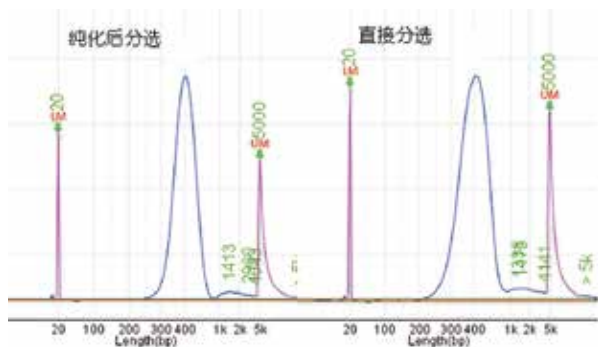

图 1 文库片段长度分布示意图
片段化合适的文库主峰应在 350-470 bp 之间，如图 1 所示。如果在 82 bp 左右出现尖峰（adapter-dimer 污染），需用 $0.9\times$ MagicPure® Size Selection DNA Beads（目录号：EC401）将文库产物再次纯化，将文库用 RNase-free Water 稀释到 50 μ l 后，纯化方法参照步骤 8 的 (2)-(10)，纯化后可再用进行峰型检测。